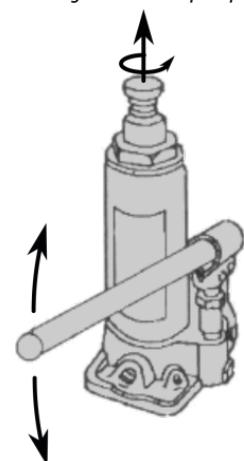

Figure 5 : Levage avec le cric
3. Placez le cric sous le véhicule de façon à ce que la collerette de levier soit au centre du point de levage du véhicule (lisez à ce sujet le mode d'emploi de votre véhicule). Tournez la broche d'extension (position 2 dans la vue d'ensemble) dans le sens inverse des aiguilles d'une montre (fig. 5) jusqu'à atteindre le point de levage du véhicule.